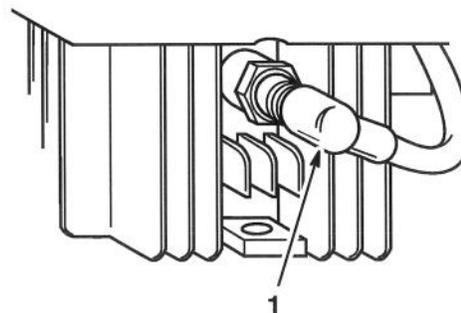

Figure 22
1. Débrancher le fil de bougie (Fig. 22). Retirer la bougie et la nettoyer à l'aide d'une brosse métallique pour la débarrasser des dépôts de carbone. **NE PAS DÉCAPER AU SABLE.** Examiner la bougie en vue d'ébréchures ou d'électrodes usés ou endommagés. Remplacer si nécessaire.
3. Visser la bougie à la main puis la serrer à 20 N·m (180 po.-lbs – 15 pi.-lbs) (Fig. 22).
1. Débrancher le fil de bougie (Fig. 22)
**Remarque:** L'écrou de lame doit être remplacé après avoir été monté et démonté quatre (4) fois. La capacité de serrage diminue et l'écrou risque de se desserrer s'il n'est pas remplacé.
5. Une fois l'entretien terminé, rebrancher le fil de bougie (Fig. 22).